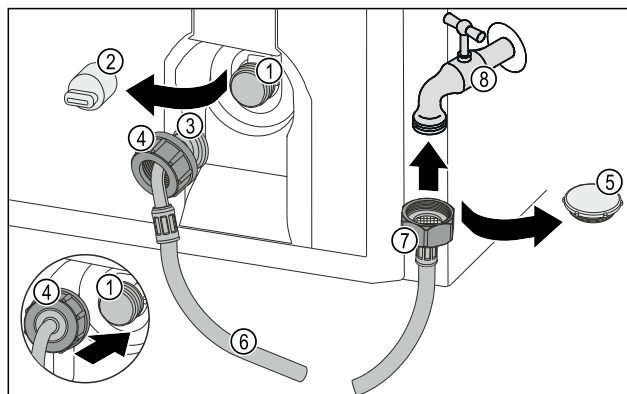

Fig. 74
- ▶ Uzavírací víčko Fig. 74 (5) odstraňte.
- ▶ Rovný konec hadice Fig. 74 (7) připojte k vodovodnímu kohoutku Fig. 74 (8).
- ▶ Utáhněte matici na rovném konci hadice Fig. 74 (7) ve směru hodinových ručiček.